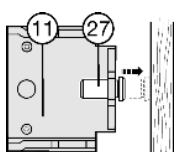

Fig. 14
- ▶ Выкрутите регулировочный винт Fig. 14 (27) в среднем кронштейне Fig. 14 (11) до упора с боковой стенкой шкафчика.